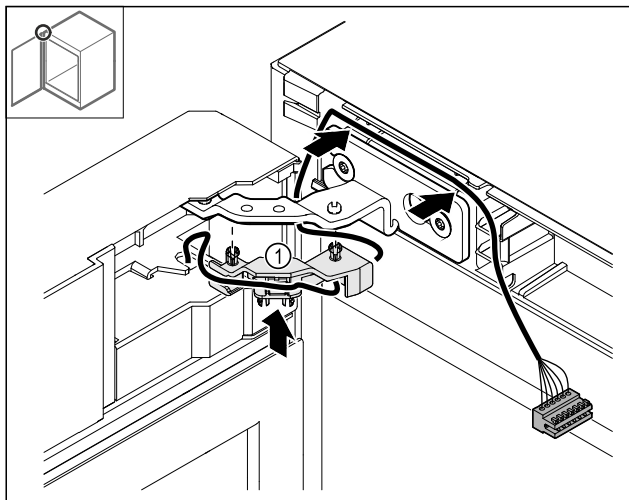

Fig. 49
- Pritisnite držač kabela Fig. 49 (1) u šarku.